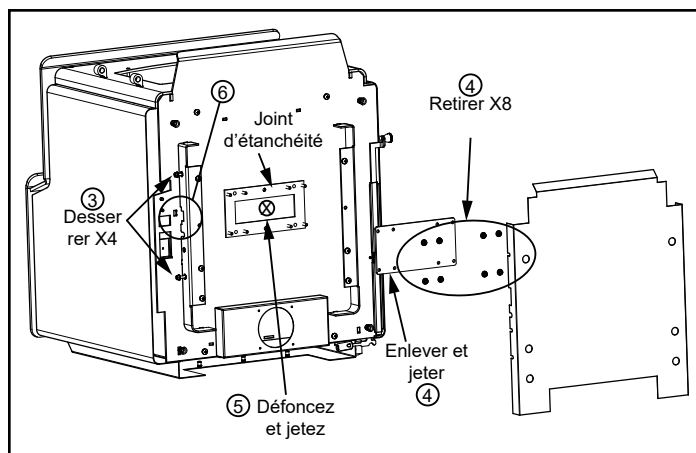

Figure 21.2
3. Couchez l'appareil sur son dos, sur une surface rembourrée ou une palette (**Figure 21.2**).
4. Retirez l'écran thermique en desserrant les quatre boulons à l'aide de la clé ouverte 3/8 (**Figure 21.2**).
5. Retirez les 8 écrous maintenant le couvercle à l'aide de la clé à douille 7/16; jetez le couvercle (**Figure 21.2**).
6. Retirez l'alvéole défonçable du bas de la boîte à feu à l'aide du marteau (**Figure 21.2**).
3. Couchez l'appareil sur son dos, sur une surface rembourrée ou une palette (**Figure 21.2 à la page 21**).
4. Retirez l'écran thermique en desserrant les quatre boulons à l'aide de la clé ouverte 3/8 (**Figure 21.2 à la page 21**).
5. Retirez les 8 écrous maintenant le couvercle à l'aide de la clé à douille 7/16; jetez le couvercle (**Figure 21.2 à la page 21**).
6. Retirez l'alvéole défonçable du bas de la boîte à feu à l'aide du marteau (**Figure 21.2 à la page 21**).